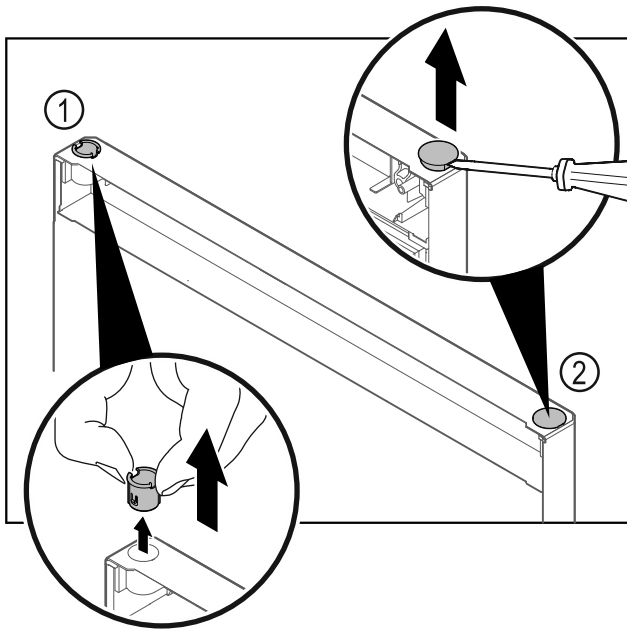

Fig. 28
- ▶ 用手指拔出合页衬套 Fig. 28 (1)。
- ▶ 用带槽螺丝刀小心撬起盖塞 Fig. 28 (2)并将其拔出。